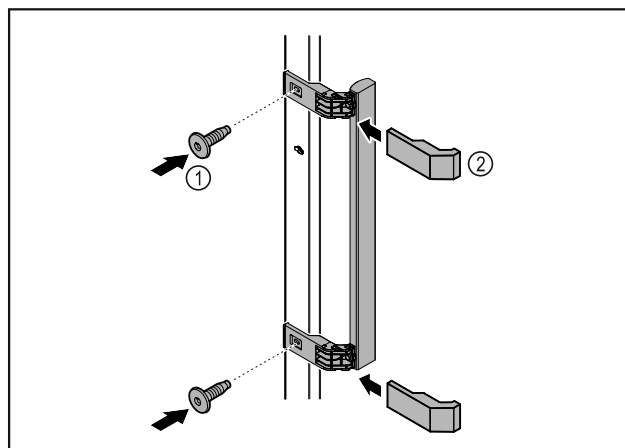

Fig. 9
- ▶ Meegeleverde greep met de meegeleverde schroeven Fig. 9 (1) op de deur aanbrengen.
- ▶ Afdeekplaatje Fig. 9 (2) plaatsen.